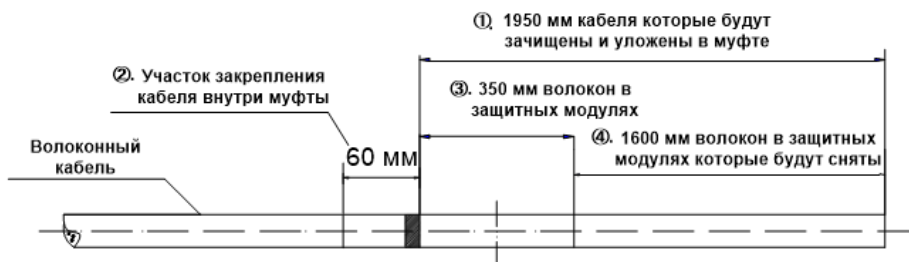

Рисунок 2 - Определение длины волоконного кабеля
4. Отмерить участок волокон длиной 1600 мм: после выделения волокон из защитных модулей данный запас укладывается внутри кассеты после сварки. Смотрите рисунок 2.